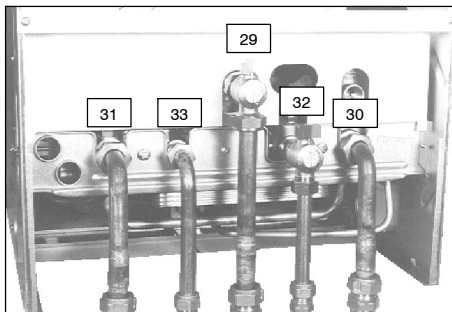
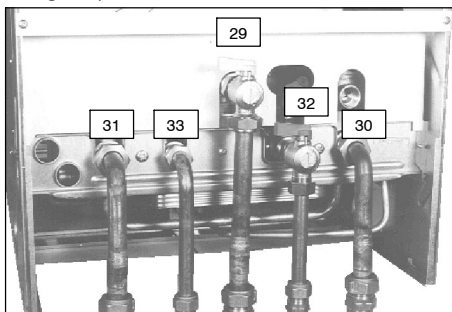

fig. 4.2
fig. 4.3
- 1 Aprire il rubinetto del contatore gas e quello della caldaia (29 in fig. 4.2).
- 3 Richiudere il rubinetto gas della caldaia (29 in fig. 4.3).
- 4 Aprire il rubinetto (32 in fig. 4.2) lentamente, lasciando chiuso il rubinetto del gas (29 in fig. 4.3).